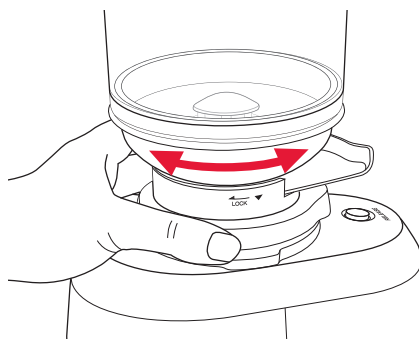

Figure 2
6. Choisissez la mouture en tournant le collier de réglage sur la position souhaitée. Voir figure 2.